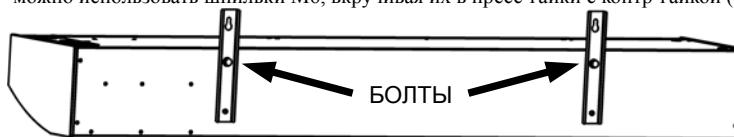
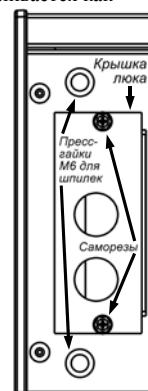

Рис. 1
Рис. 2
4.4.1. Открутить ключом 10 болты на тыльной стороне корпуса (см. рис.1), открутить 2 самореза на крышке люка и вынуть держатель клеммных колодок (см. рис. 2). Привернуть кронштейны к завесе. Закрепить занавес на стене. При креплении к потолку можно использовать шпильки М6, вкручивая их в пресс-гайки с контргайкой (см. рис. 2).